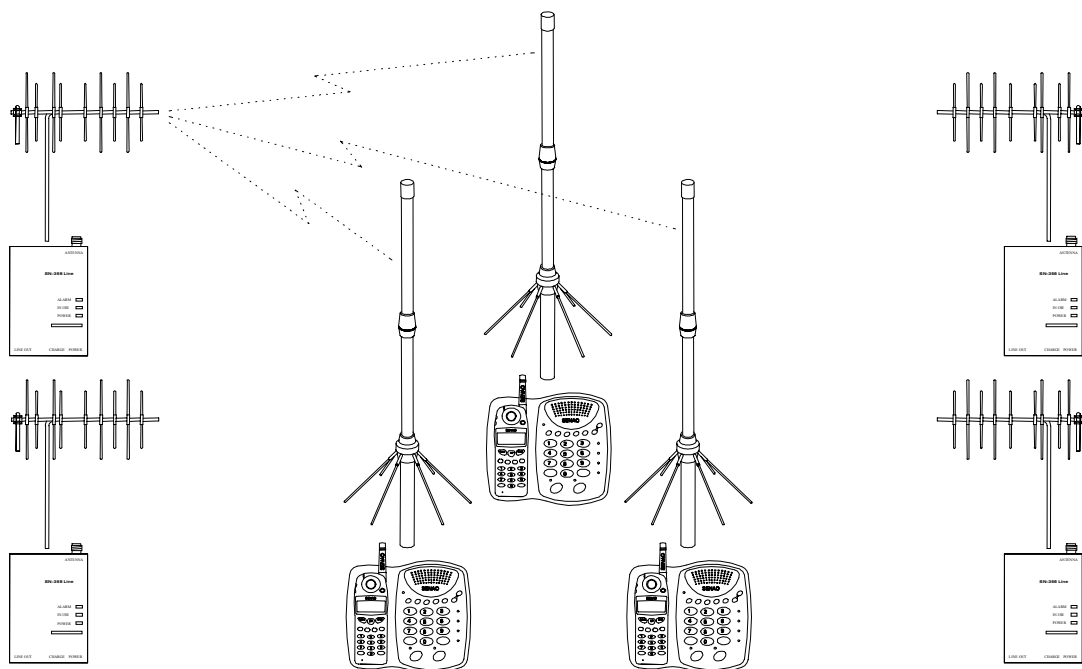

Рис. 10
- Система может включать в себя 2, 3, 4 базовых станции SENAО SN-358 и от 1 до 99 абонентских станций SN-358 Line (рис. 10), причем абонентские станции могут эксплуатироваться как в стационарном, так и в мобильном вариантах. Возможен комбинированный вариант, когда наряду с абонентскими станциями SN-358 Line в системе эксплуатируются носимые радиотрубки, причем суммарное число станций и радиотрубок может достигать 99 шт.